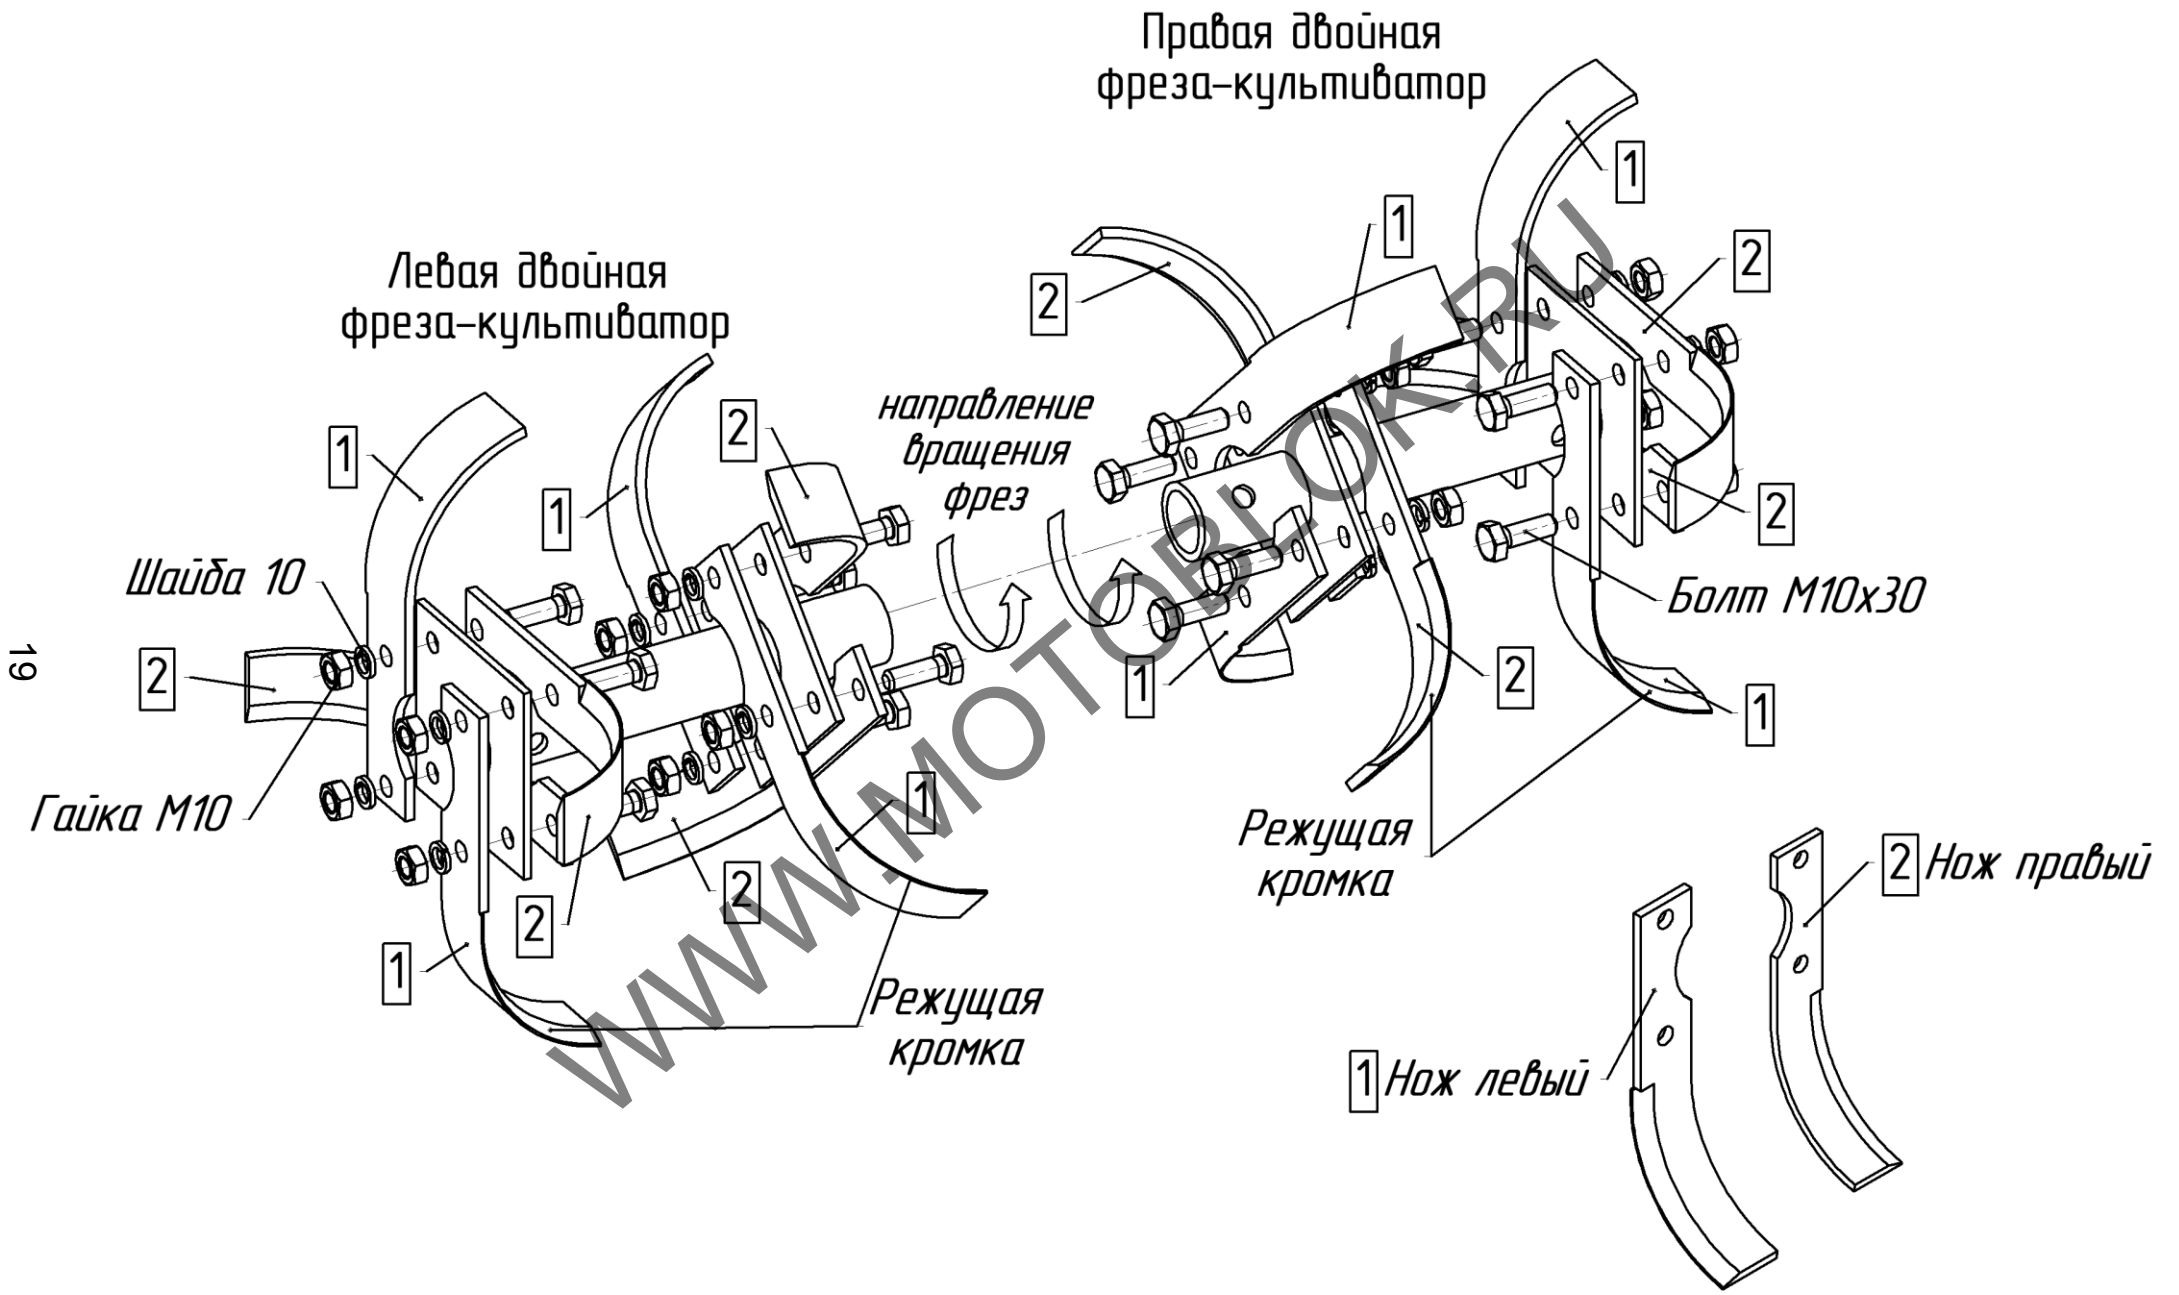

Рис.5 Схема сборки фрез-культиваторов
9. Перед началом обработки почвы фрезами-культиваторами необходимо убедиться в правильности установки ножей на ступицах и монтажа фрез-культиваторов на полуосях редуктора (рис.5, 6, 7).